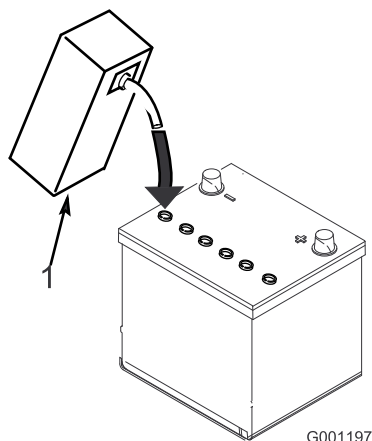

図 5
3. 各セルの電極板が液面下 6 mm程度に水没するまで、電解液を慎重に入れる (図 5)。
4. 電極板が液を吸収するまで20～30分間程度待つ。必要に応じて、電極板が 6 mm程度水没するぐらいに電解液を補充する (図 5)。